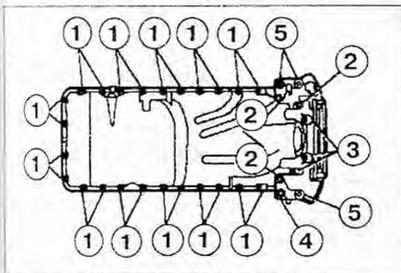

Рис. 2.65. Порядок ослабления и затяжки болтов крепления поддона.
9. Установка проводится в порядке, обратном снятию. Порядок ослабления и затяжки болтов крепления поддона показан на рис. 2.65.